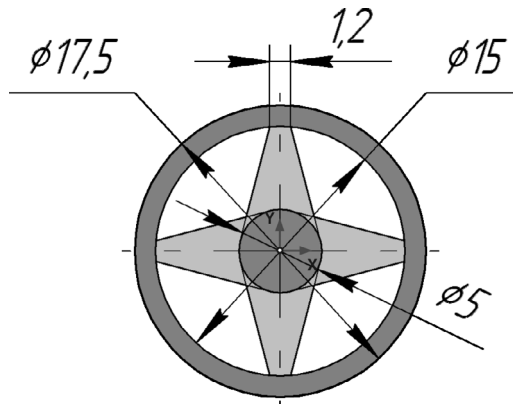

Рис. 45.11. Измененное изображение колеса
- 10.4. Измените чертеж колеса так, как это показано на рис. 45.11.